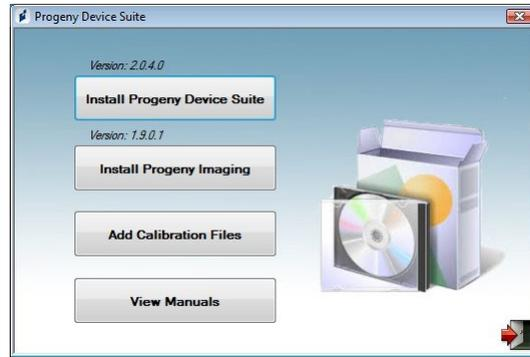

Figura 2: Pantalla principal del software de instalación
- La Figura 2 muestra la pantalla principal del software de instalación. Si el software presente en la memoria flash USB no se inicia automáticamente, abra Windows Explorer™ y seleccione la letra de la unidad “Progeny”. Navegue por los contenidos de la memoria flash y ejecute “Setup.exe”. Este paso inicia el proceso de instalación.